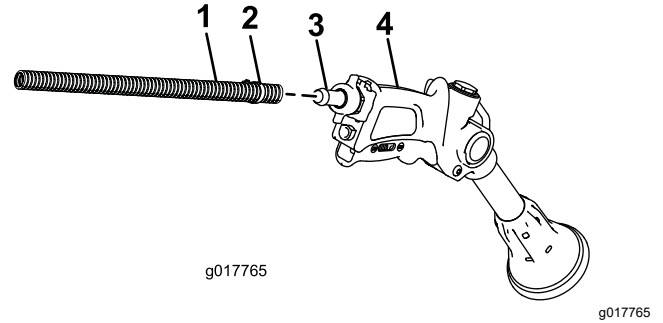

Figura 41
2. Conecte el extremo libre de la manguera larga al acoplamiento de la pistola de fumigación (Figura 41).